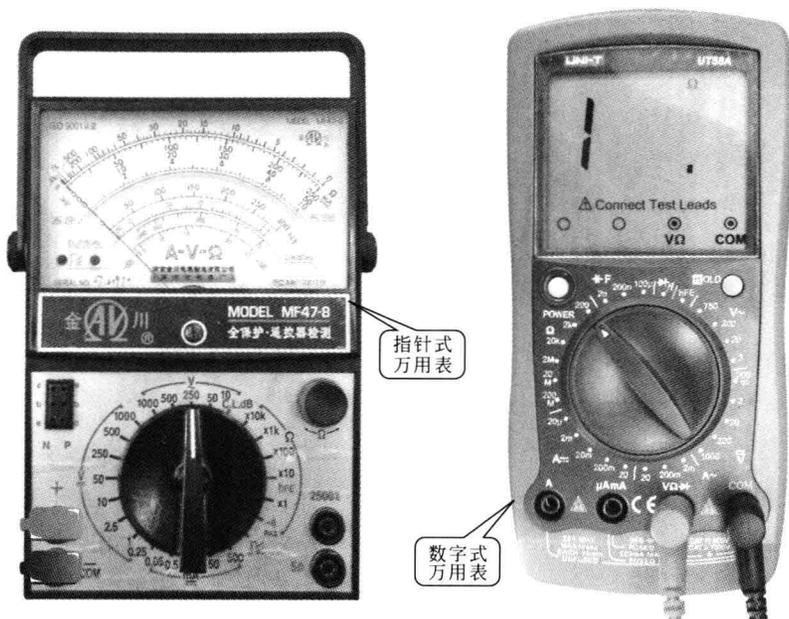

图 1-1 典型万用表的实物外形
典型万用表的实物外形见图 1-1。
(6) 测量电容量 数字万用表可以用来检测电容器的电容量，图 1-1 中的数字万用表的电容器检测挡位有 2 nF、200 nF 和 100 μF 等，可以检测 100 μF 以下的电容器电容量是否正常。